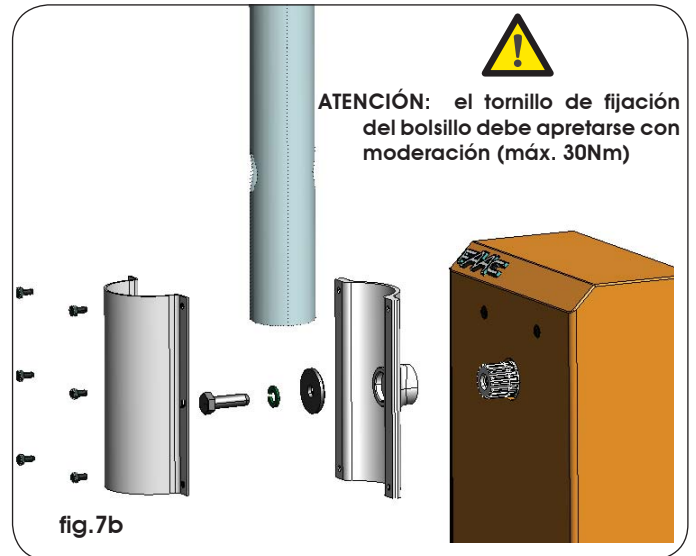
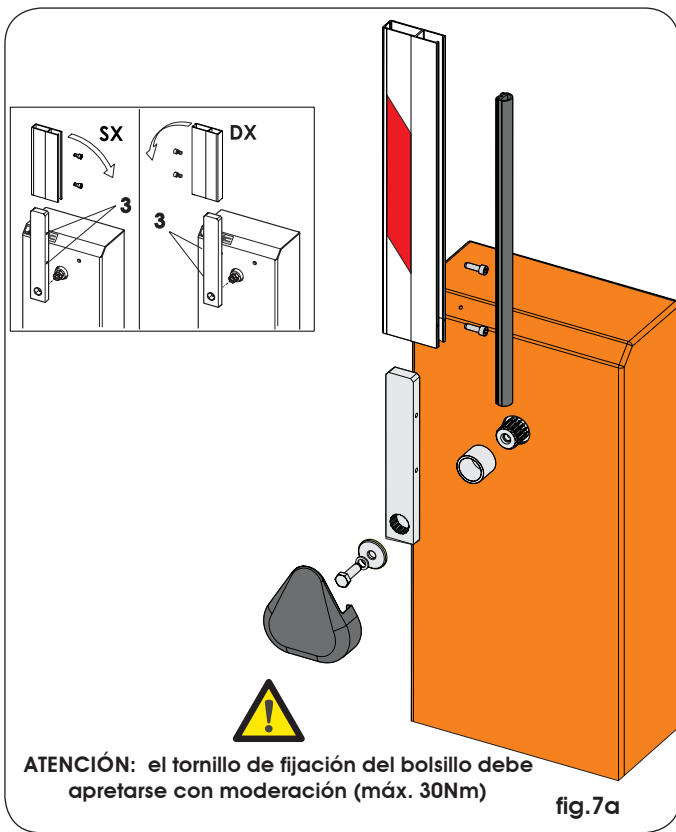

fig.7b
fig.7a
- 3) Ensamble la barra como se indica en la fig. 7a para la versión rectangular, o como se indica en la fig.7b per la versión redonda.